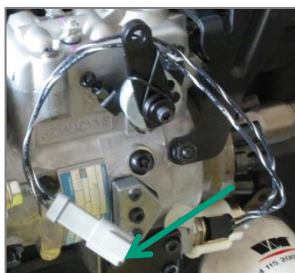

Fig. 11
- 4.3 Important: Débranchez la fiche KSB ! (voir Fig.11)